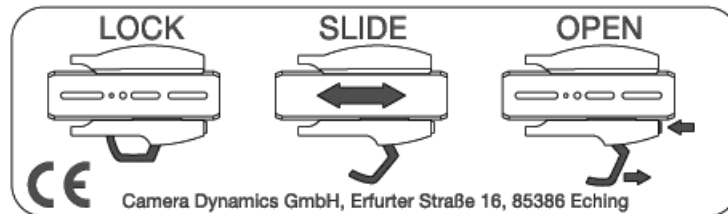

Abb. 3
- ⇒ Drücken Sie den roten Sicherungs Druckknopf mit dem Daumen und öffnen Sie den Sideload Hebel vollständig wie in Abb. 3, illustration "OPEN" dargestellt.
- ⇒ Nachdem Sie die Kamera ausbalanciert haben (siehe Kapitel 3.4 "Einstellen der Kamerabalance") schließen Sie den Sideload Hebel vollständig (Abb. 3, Illustration "LOCK").
HINWEIS: Falls die Kameraplatte nicht eingerastet ist, läßt sich der Sideload Hebel aus Sicherheitsgründen nicht schließen. Öffnen Sie den Mechanismus nochmals komplett durch Drücken des roten Sicherungs-Druckknopfes und gleichzeitigem Aufziehen des Sideload Hebels (Abb. 3, Illustration "OPEN") und versuchen Sie es erneut.